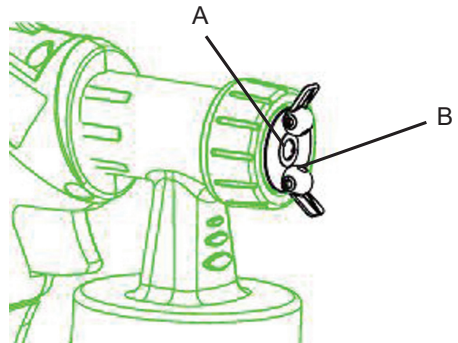

Fig. 2
- În materialul de acoperire, construiți pe duza (A) și capacul de aer (B) (fig.2) curățați ambele părți cu solvent sau apă.